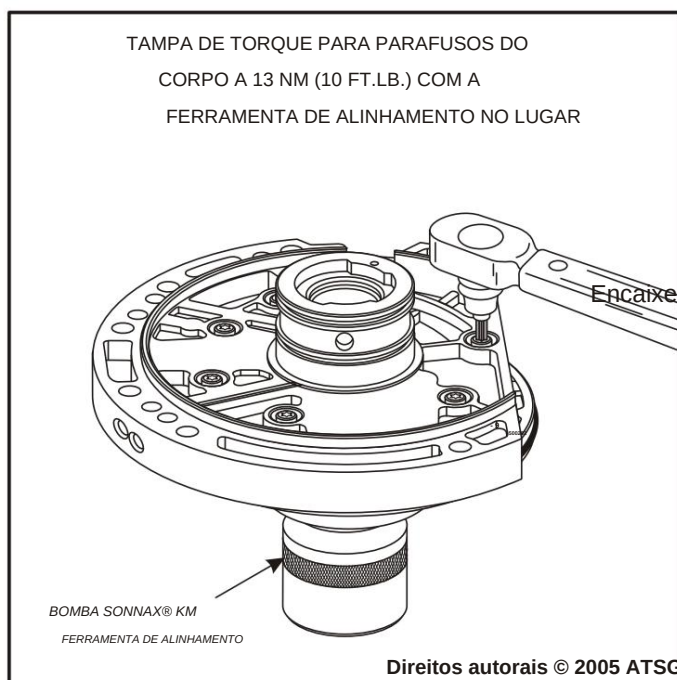

Figura 136
12. Aperte a bomba de óleo nos parafusos de retenção da tampa da bomba com 13 N·m (10 ft.lb.), conforme mostrado na Figura 136, usando um padrão cruzado.